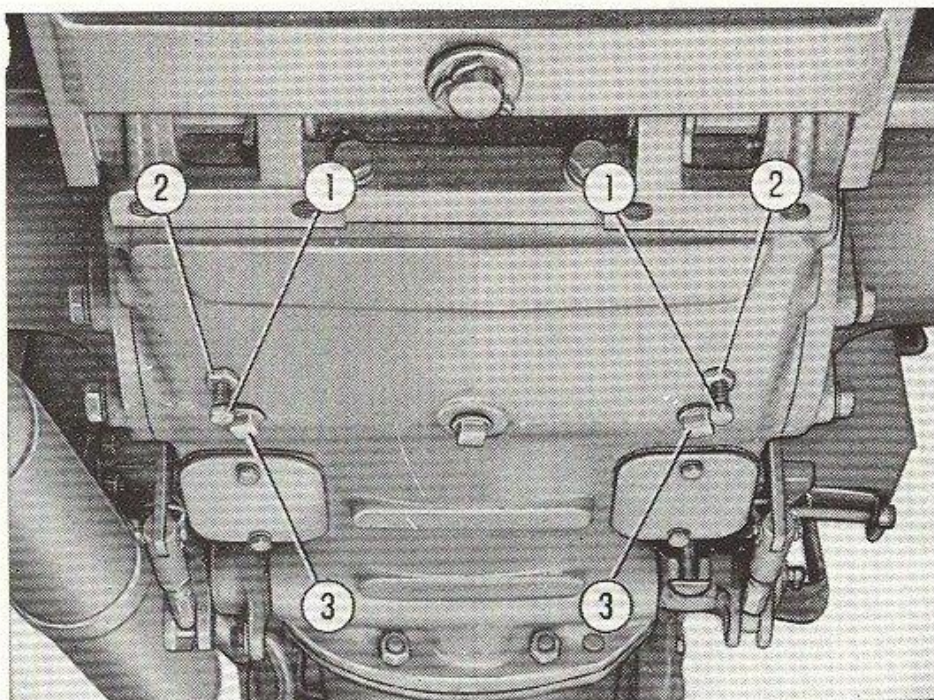

FIG. 25. — Vis de centrage des rubans de freins
- Desserrer l'écrou de blocage des deux vis de centrage des rubans de freins (voir fig. 25), serrer les vis à fond, puis les dévisser d'un tour et demi et les bloquer dans cette position ;
- Evacuer enfin par les bouchons **3** (fig. 25) les dépôts qui ont pu s'accumuler dans les carters de freins.